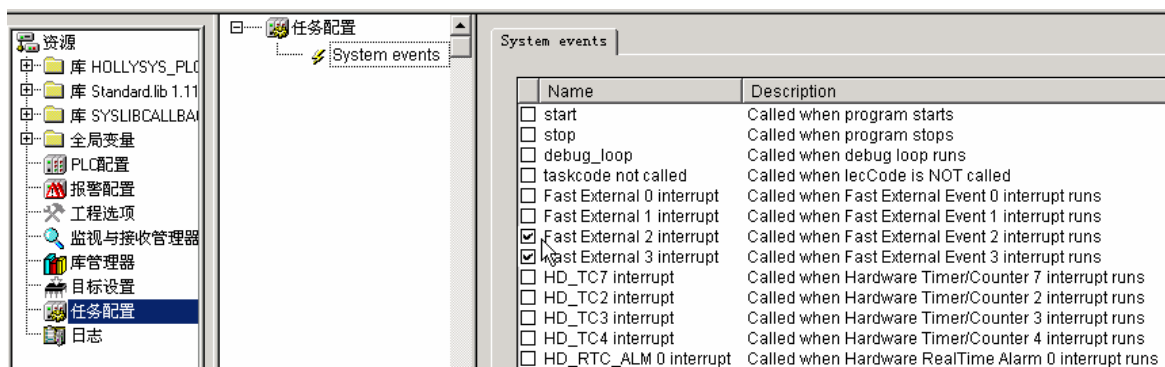

图 B-4-2
3. 由于我们使用了快速外部中断 3 (I0.6)、快速外部中断 2 (I0.7)，所以在图 B-4-2 鼠标所示位置前打勾。